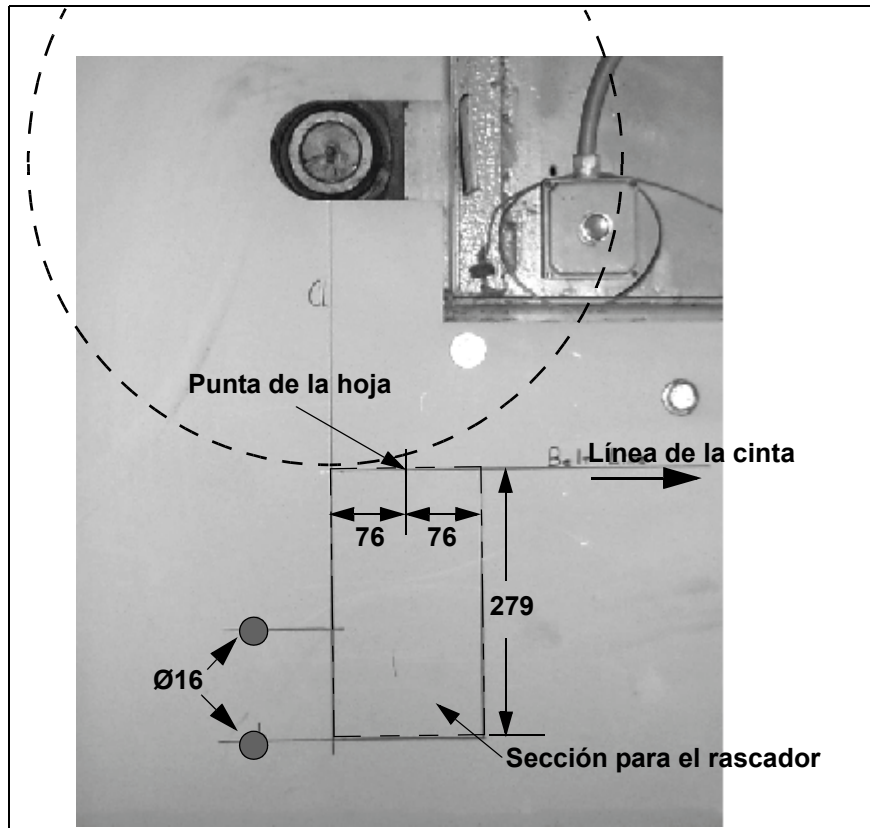
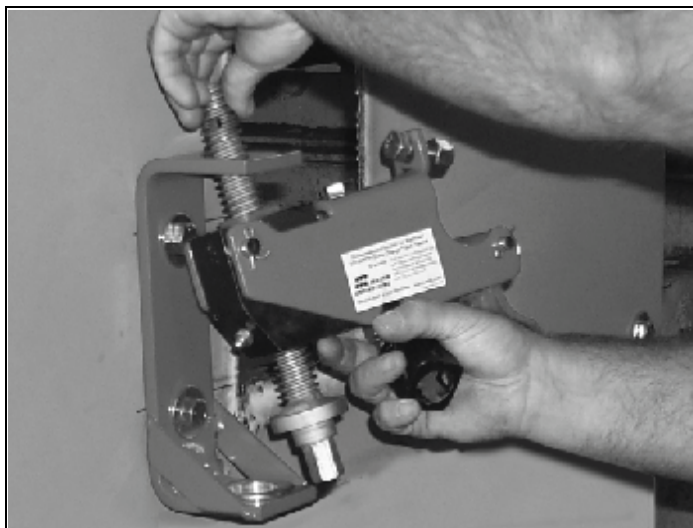

Fig. 2: Elaboración de las aberturas de instalación
Fig. 3: Instalación del dispositivo tensor (1)
7. Elaborar el recorte y los agujeros de instalación como se representa en la fig. 2.
1. Para instalar el soporte, hay que desmontarlo previamente del dispositivo tensor de muelle e instalarlo en los agujeros de instalación creados en la fig. 2, observando la orientación del soporte como se muestra en la fig. 3.